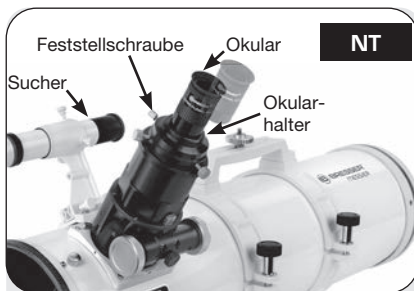
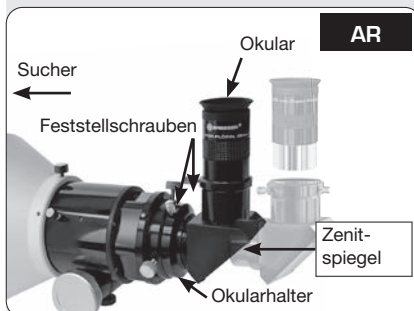

Abb. 10a: Setzen Sie das Okular ein und ziehen Sie die Schrauben fest.
Abb. 10b: Setzen Sie das Okular in das Zenit-
10. Einsetzen des Okulars: NT-Modelle (Abb. 10a): Entfernen Sie zuerst die Staubschutzkappe vom Okularhalter auf der Fokussiereinheit. Legen Sie die Staubschutzkappe an einen sicheren Platz und setzen Sie sie wieder ein, wenn Sie mit dem Beobachten fertig sind, damit kein Schmutz in das Teleskop eindringt. Öffnen Sie die Okularklemmschrauben (1, Abb. 1a) und setzen Sie das mitgelieferte Okular (3, Abb. 1a) in die Okularhalterung ein. Ziehen Sie anschließend die Schrauben handfest an, damit das Okular nicht herausrutscht. AR-Modelle (Abb. 10b): Entfernen Sie zuerst die Staubschutzkappe von der Okularhalterung auf der Fokussiereinheit. Legen Sie die Staubschutzkappe an einen sicheren Platz und setzen Sie sie wieder ein, wenn Sie mit dem Beobachten fertig sind, damit kein Schmutz in das Teleskop eindringt. Öffnen Sie die Okularrändelschrauben (A Abb. 10b) und setzen Sie das mitgelieferte Okular (B Abb. 10b) in die Okularhalterung ein. Ziehen Sie anschließend die Schrauben wieder gut fest, damit das Okular fest sitzt.